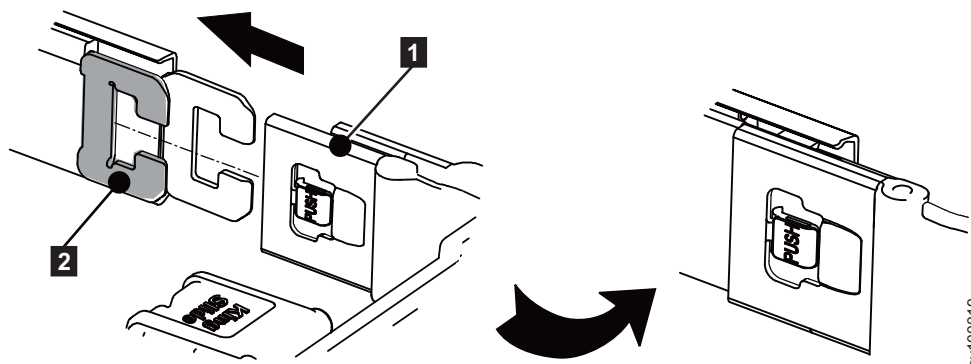

図 24. 内部メンバーの取り付け
2. 図 24 に示すように、ケーブル・マネジメント・アームの CMA 内部コネクタ (1) を内部メンバーのケーブル・マネジメント・アーム・コネクタ・ベース (2) に取り付けます。